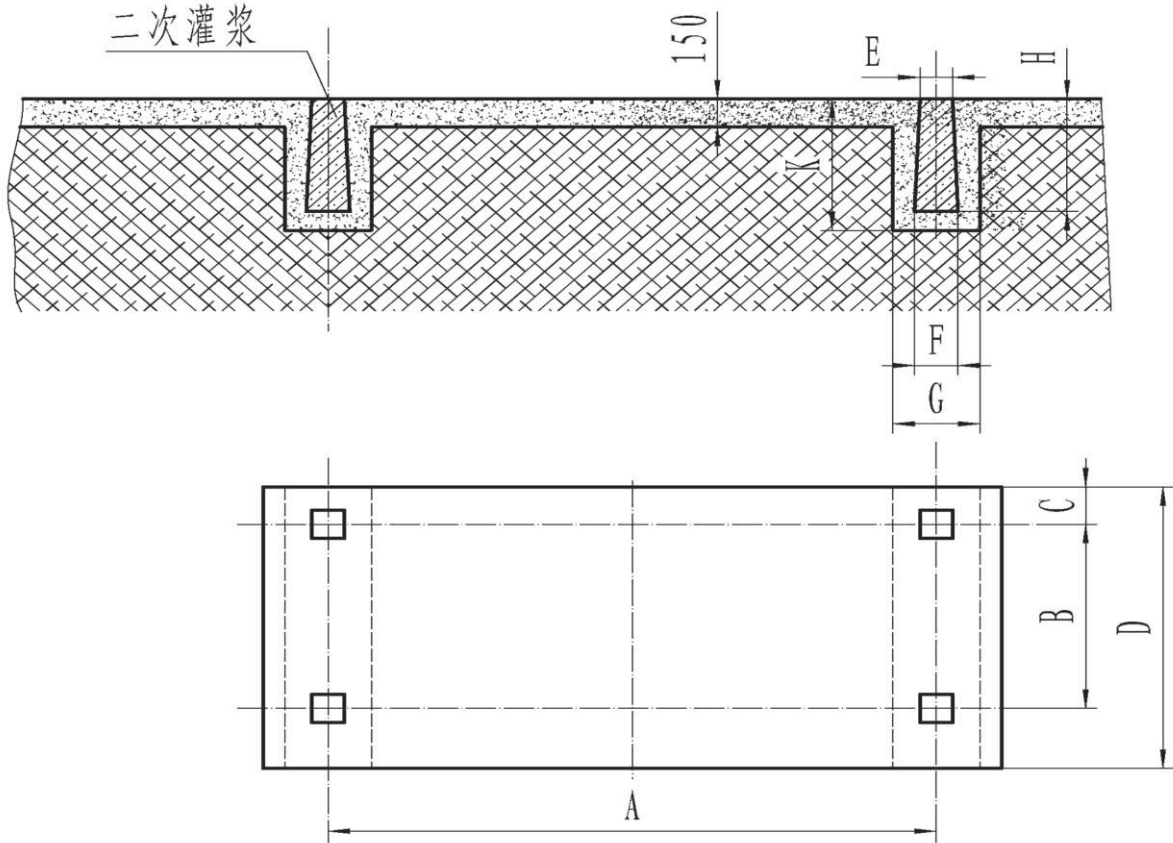

Рис. 1.4. Фундамент
- (1) Определите размер фундамента согласно чертежу (Рис. 1.4, 1.1)